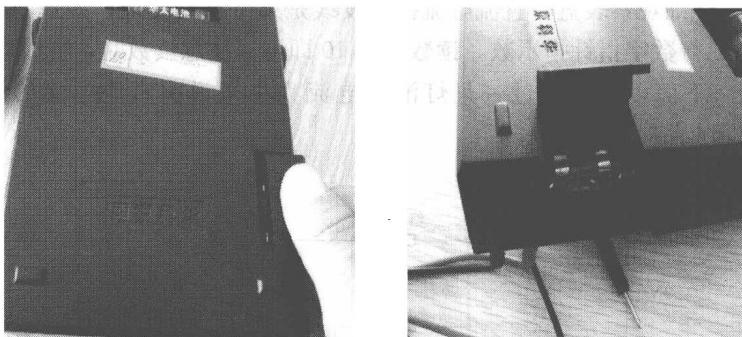

图 1-14 更换万用表的保险丝
③ 更换保险丝 打开保险丝盒，更换同一型号的保险丝即可。如图 1-14 所示。